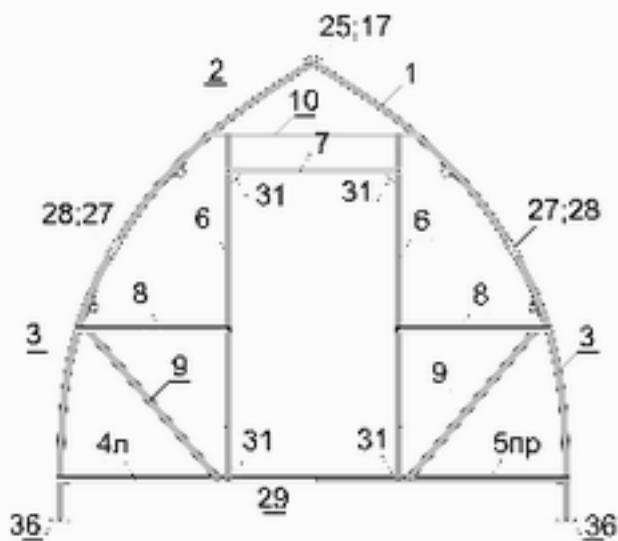

Рис. 1 Торец
3.1.1. Используя вставки №27 и накладки №28 к торцевым дугам №1, саморезами 4,2х16, присоедините торцевые дуги №3 (рис. 1;6).
3.1.5. Используя вставки №29, соедините детали нижней обвязки торца №4 и №5. Присоедините нижнюю обвязку торца к дугам №3 (рис.1).
3.1.8. Поверните торец внутренней стороной теплицы кверху и произведите крепление деталей №8, №9, стоек дверного проёма №6 и перемычки №7 вместе с косынками №31 (рис. 1; 9).